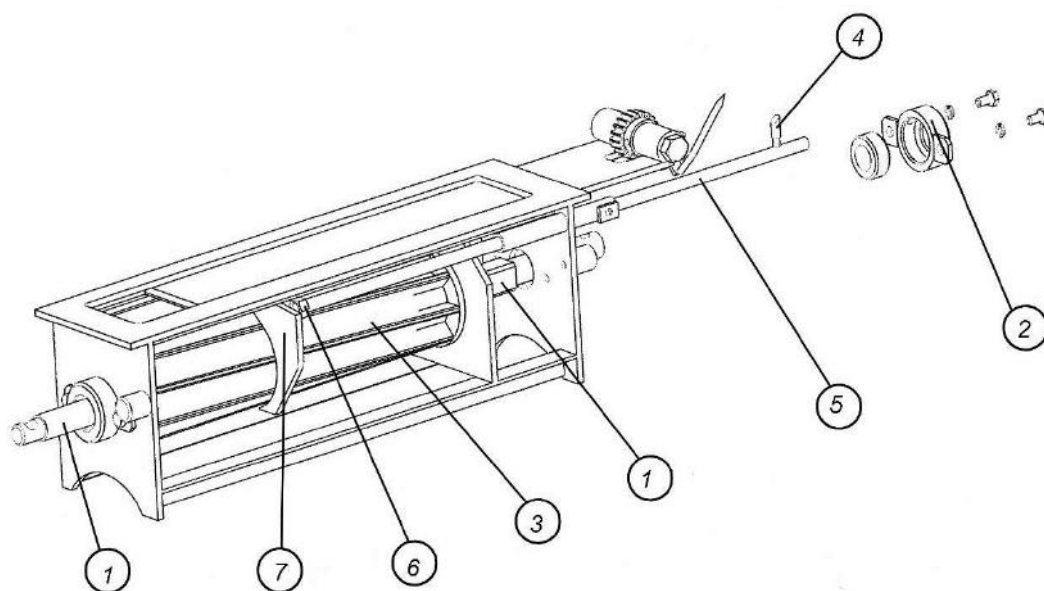

Рис.6.2.3. Разборка переднего дозатора (продолжение)
3. Открутить болты крепления подшипника скольжения 2 к задней стенке дозирующего узла (рис.6.2.3).
4. Выдвинуть квадратный вал 1 с подшипником 2 назад (см. рис. 6.2.3) и освободить высевающий валик. Если дозирующий узел давно не разбирался, вал 1 будет выниматься с затруднением. Выкрутите указатель 4 из прутка 5. Освободить контргайку 6 и выкрутить пруток 5 из пластины 7. Вынуть пластину 7 и валик 3 из дозирующего узла.